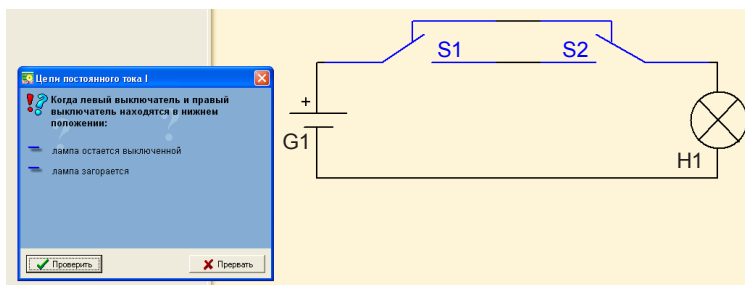

Рис. 5. Экспериментальная схема 4
11. Выбрать главу 4 «Переключательная цепь». Изменяя положение двух ключей в переключательной цепи, представленной на экспериментальной схеме 4 (рис. 5), наблюдать результат.